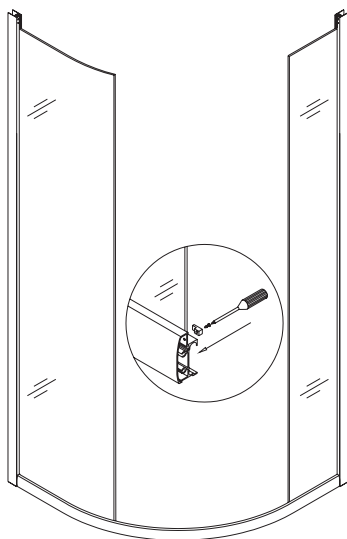

рис. 2
2. Вставьте Стационарное стекло **(04)** в паз профиля, а затем закрепить его при помощи Держателя стекла **(16)** в направляющей рейке используя шуруп ST4.2 × 15 **(рис. 2)**.